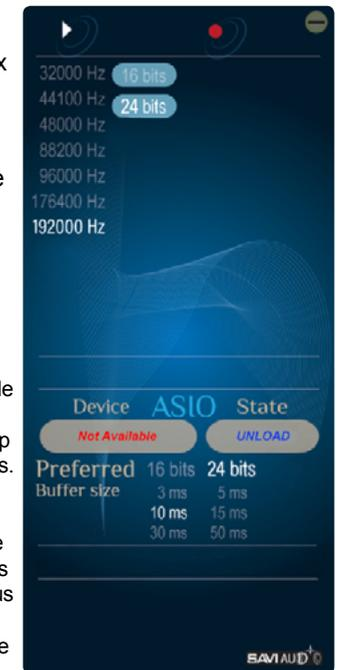

Figure 2
4. Il est aussi possible de contrôler les réglages et configurations de lecture via l'écran d'affichage de l'appareil audio USB BRAVO-HD (voir figure 2).